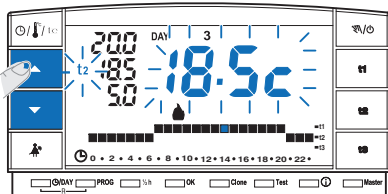

fig. 21
- Entro 8 secondi modificare la temperatura selezionata utilizzando i tasti ▲▼; ad ogni impulso corrisponde una variazione di 0,5°C (fig. 21).